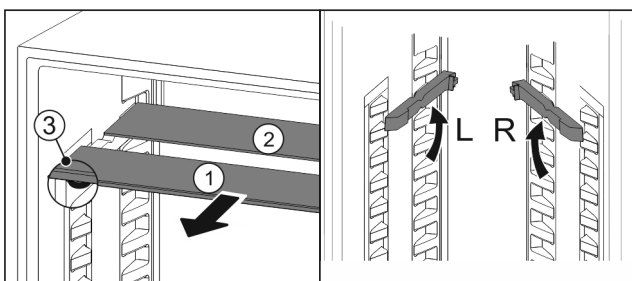

Fig. 82
- ▶ Посуньте Fig. 82 (1) скляну панель вперед.
- ▶ Скляна панель Fig. 82 (1) з декоративною планкою лежить спереду.
- ▶ Стопори Fig. 82 (3) показують вниз.